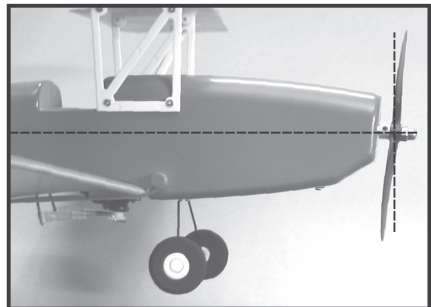

Bild 19
Der Fahrwerksdraht (1) wird an der Rumpfunterseite in den vorbereiteten Fahrwerksschacht (2), der sich unmittelbar hinter dem Akkufach befindet, eingeschoben (siehe auch Bild 19).
Wenn Sie das Modell waagrecht ausrichten und es anschließend von der Seite betrachten, werden Sie schnell feststellen, dass der Propeller nicht genau senkrecht zur Rumpflängsachse (siehe Bild 19 gestrichelte Linie), sondern etwas „schief“ nach unten steht.